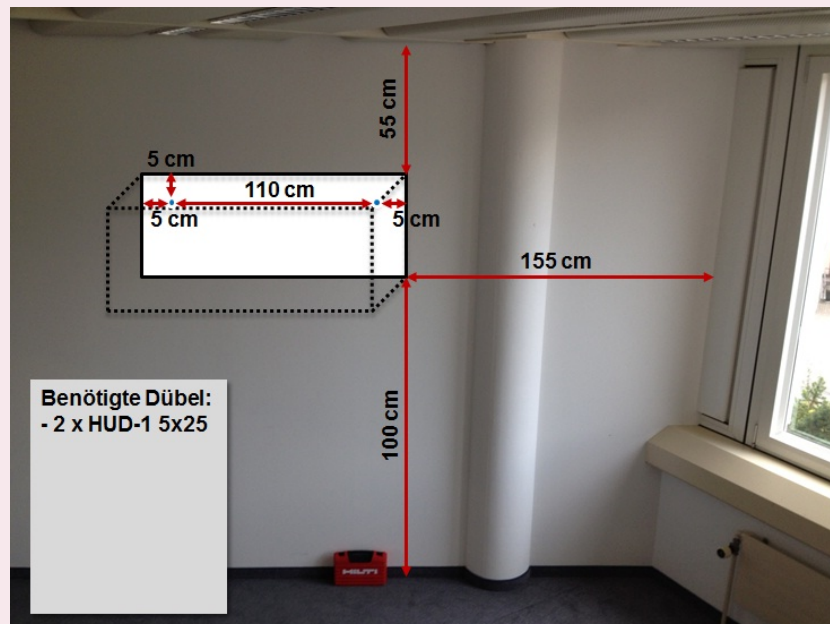

Abbildung 2: Ergebnisdarstellung
4. Anhand der zuvor eingegebenen Werte (Stärke/Dicke und Beschaffenheit der Wand und Größe, Traglast und Position des Wandregals) werden direkt auf dem Foto die Bohrlöcher (für die Dübel) eingezeichnet und deren Position angegeben (siehe auch Abbildung 2). Zusätzlich wird eine Empfehlung des richtigen Dübels wie auch deren Anzahl angegeben. Die Dübelempfehlung basiert dabei auf den vier folgenden Werten: Wandstärke, Wandbeschaffenheit, Seitenabstand zwischen dem Dübelloch und dem Wandabschluss bzw. Abstand zwischen den Dübeln wie auch der Traglast des Wandregals (siehe Tabelle 1).